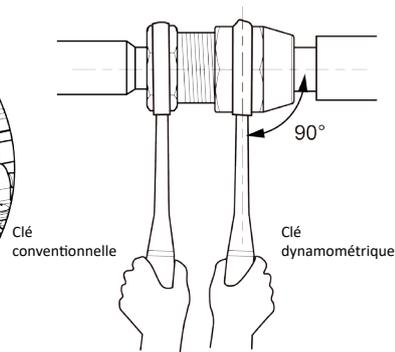

Fig.4.12
- 2 Serrez solidement l'écrou évasé à l'aide d'une clé dynamométrique jusqu'à ce que la clé émette un déclic (maintenez la poignée de la clé et placez-la à angle droit par rapport au tuyau, voir Fig. 4.12).